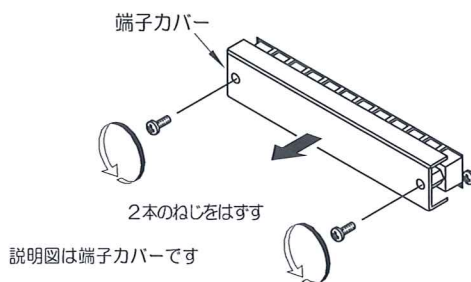

図1
- スピーカーやリモートコントロールを本機に接続されるときは、端子カバー両端のねじ2本をはずし、カバーをはずしてください。各端子の接続後には、必ず端子カバーを元どおり取付けてください。（図1参照）